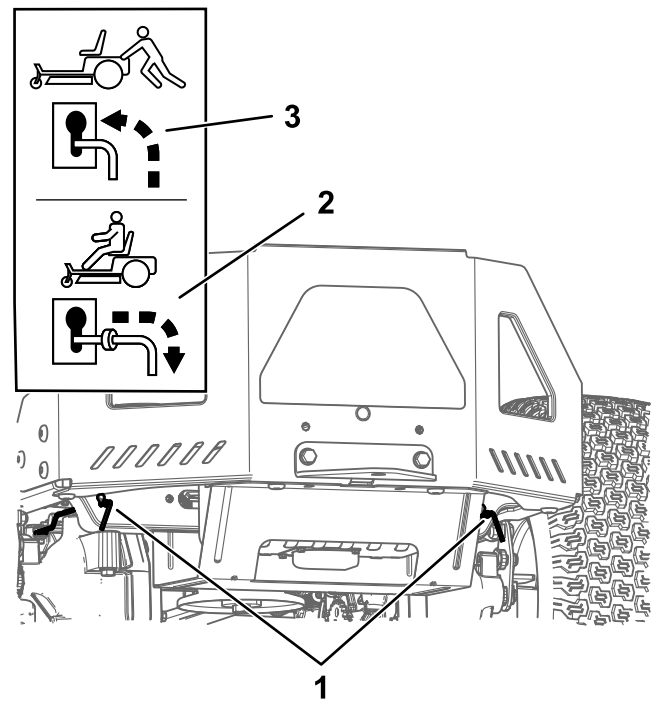

Figura 25
4. Mueva ambas palancas de desvío hacia delante a través del orificio ranurado y hacia abajo para bloquearlas en esa posición (Figura 25).